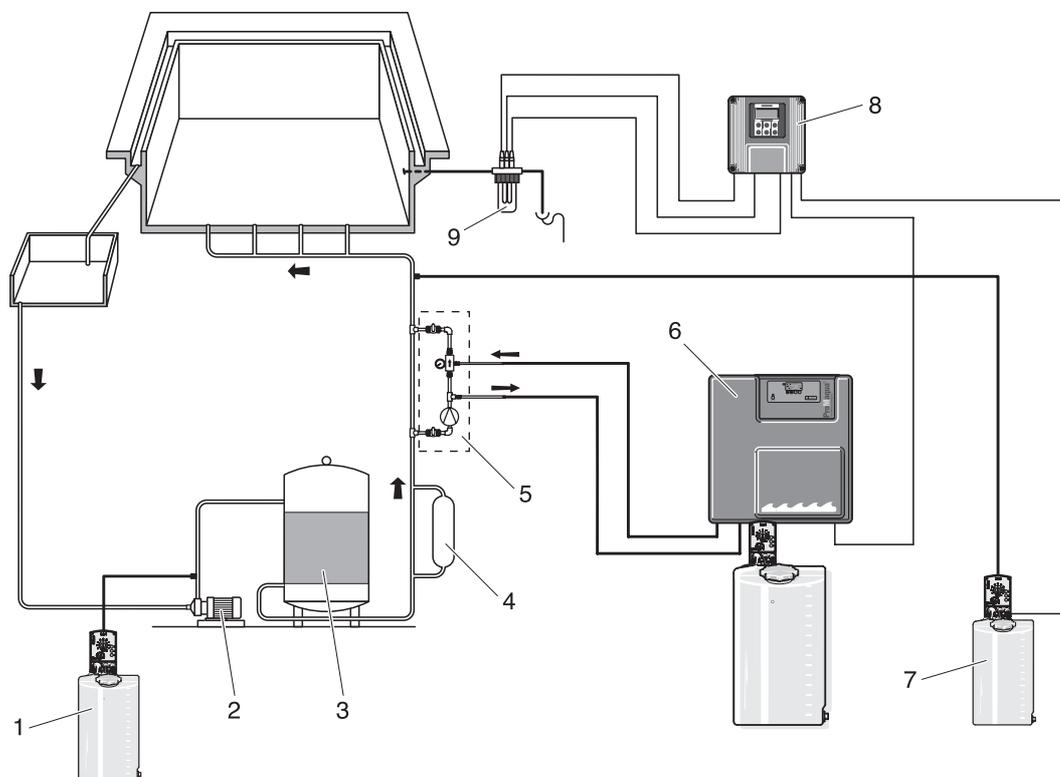
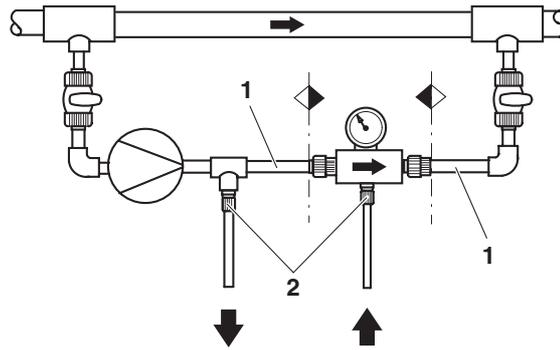

Abb. 5
Abb. 6
- ▶ Eine Installation gemäß Abb. 6 in die Umwälzleitung installieren (nach dem Filter und, falls vorhanden, nach dem Wärmetauscher (vgl. Abb. 5)).
- ▶ Wenn in den Gerätezaun und den Sauganschluss Chlor zwei Magnetventile installiert wurden (siehe Abb. 6), diese unbedingt mit der Treibwasserpumpe oder der Umwälzpumpe verriegeln.